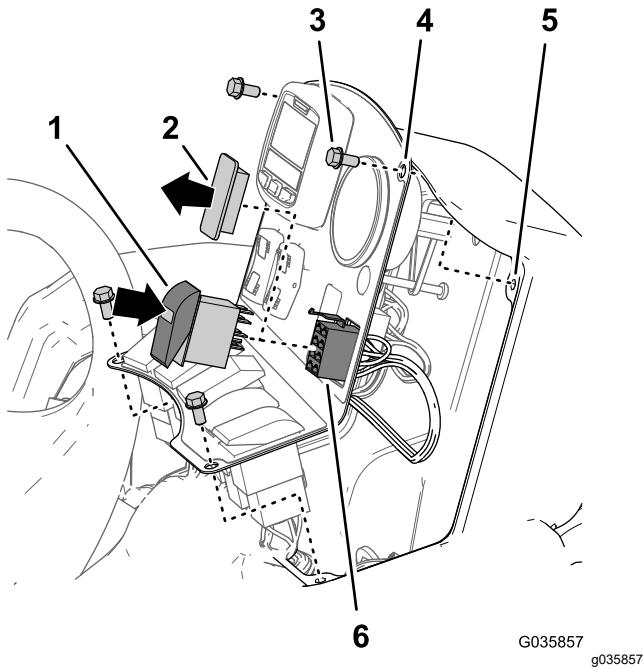

Figura 35
- Se montati, rimuovete i 4 bulloni a testa flangiata ($\frac{1}{4}$ " x $\frac{1}{2}$ ") che fissano il coperchio del pannello alla consolle, come illustrato nella Figura 35.
- Rimuovete il tappo dell'interruttore dalla plancia della consolle (Figura 35).
- Allineate e collegate il connettore a 8 prese del cablaggio preassemblato del kit di finitura Ultra Sonic Boom attraverso l'apertura nel pannello di controllo (Figura 35).
- Collegate il connettore a 8 prese del cablaggio preassemblato del kit di finitura Ultra Sonic Boom indicato come SONIC MODE MANUAL VS. AUTO all'interruttore a bilanciere (Figura 35).
- Inserite l'interruttore a bilanciere nell'apertura della plancia fino a quando l'interruttore non scatta saldamente in posizione (Figura 35).
- Allineate i fori nella plancia con i fori nella parte superiore della consolle (Figura 35).
- Fissate il pannello alla consolle con i bulloni (Figura 35) rimossi al passaggio 1.